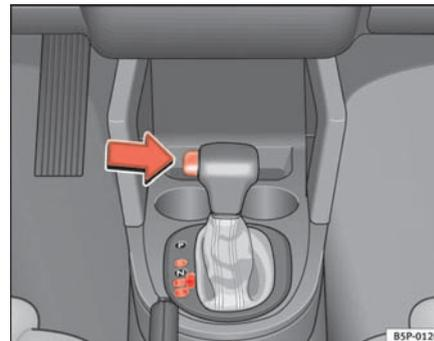

Fig. 136 Conducción
- Presione el pulsador del pomo (situado en la parte izquierda del mismo ⇒ fig. 136).